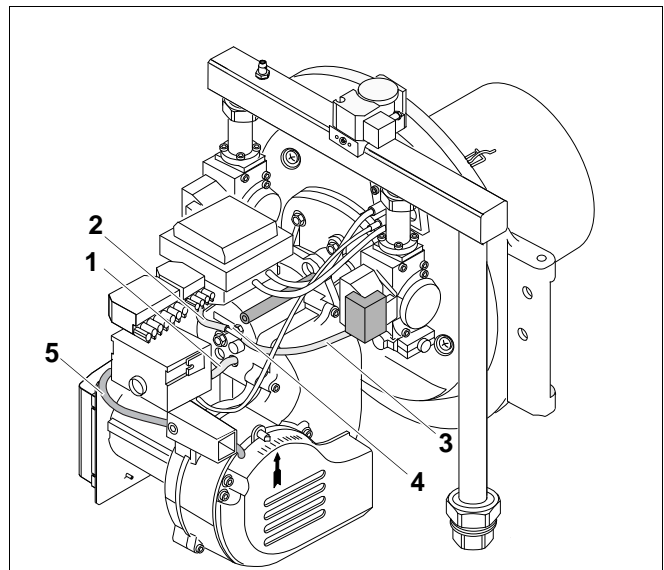

Рис. 61 Замена импульсных трубок
Действия по замене силиконового шланга на рис. 61, **поз. 5** приведены в главу 8.8.1 "Отсоединение импульсной линии от кожуха крыльчатки вентилятора и отрицательного полюса", стр. 55.
- Снимите силиконовые шланги (рис. 61, **поз. 1, 2** и **3**) и проверьте наличие на них повреждений, при необходимости замените.
- Подключите импульсную линию от вентилятора (рис. 61, **поз. 1**) к положительному полюсу реле контроля давления воздуха.
- Подключите импульсную линию от левой газовой арматуры (рис. 61, **поз. 2**) к тройнику (рис. 61, **поз. 4**) под четырех- и семиполюсным штекерами.
- Подключите импульсную линию от правой газовой арматуры (рис. 61, **поз. 3**) к тройнику (рис. 61, **поз. 4**).